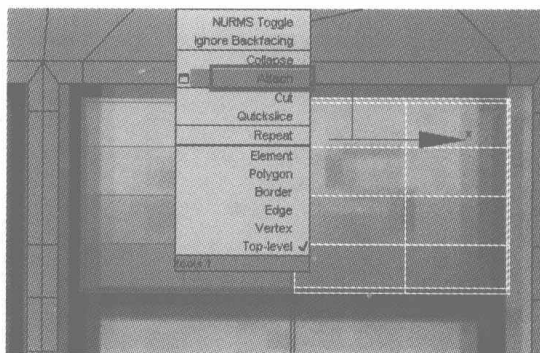

图 4.582
- 41** 选择如图 4.582 所示的按钮, 单击右键, 在弹出的快捷菜单中选择 Attach 命令, 在视图中选择另一半按钮, 将其合并。